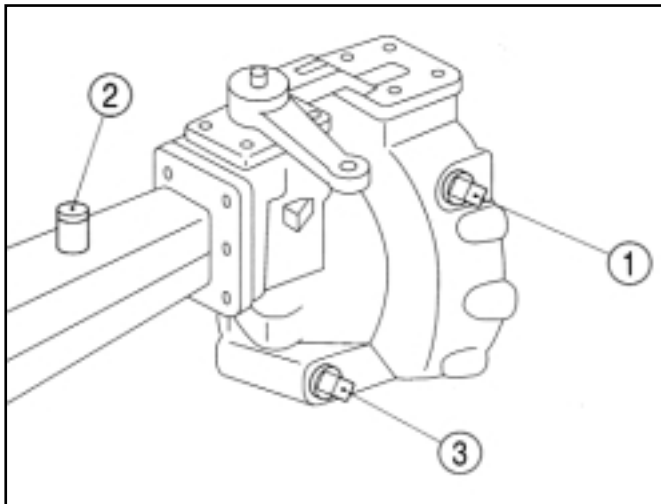

FIG. 106 / ABB. 106 / FIG. 106
Placez le tracteur sur un sol plat et dévissez le bouchon (1) dans la Fig. 106. Le niveau doit être au niveau de l'ouverture ou juste en-dessous. Dévissez le bouchon de remplissage (2) et ajoutez de l'huile jusqu'au niveau. Remontez les bouchons.
Enlevez les bouchons de vidange (3) dans la Fig. 106 des 2 réducteurs. Quand toute l'huile est vidangée, remontez les 2 bouchons de vidange (3) et ajoutez de l'huile par l'ouverture du bouchon de remplissage (2) jusqu'à ce qu'elle atteigne l'ouverture du bouchon de niveau (1). Remontez ces 2 bouchons.
Den Traktor auf ebenem Untergrund abstellen und den Ölstandkontrollstopfen (1) in Abb. 106 heraus-schrauben. Das Öl sollte bis knapp an den Rand der Öffnung reichen. Falls erforderlich, den Einfüll-stopfen (2) herausdrehen und Öl nachfüllen. Kontrollstopfen und Füllstopfen wieder anbringen.
Die Ablaßstopfen (3) in Abb. 106 an beiden Achsenden heraus-schrauben. Nach dem voll-ständigen Ablaufen des Öls die Ablaßstopfen (3) wieder hineindre-hen und Öl durch die Füll-stopfenöffnung (2) einfüllen, bis es an den Rand der Öffnung des Kontrollstopfens (1) reicht. Kontrollstopfen und Füllstopfen wieder anbringen.
Parkeer de tractor op een vlakke ondergrond en verwijder dan de oliepeildop (1) in Fig.106. De olie moet gelijk staan met de opening van de oliepeildop (of een beetje eronder). Verwijder de vuldop (2) en voeg olie toe totdat de olie gelijk staat met de opening van de oliepeildop. Zet de oliepeil- en vuldoppen weer vast.
Schroef de aftapdop (3) in Fig.106 los van beide eindreducties. Wanneer alle olie afgetapt is, schroeft u de aftapdoppen (3) weer vast en giet u de olie in de vuldop (2) totdat de olie gelijk staat met de opening van de peildop (1). Zet de oliepeil- en vuldoppen weer vast.